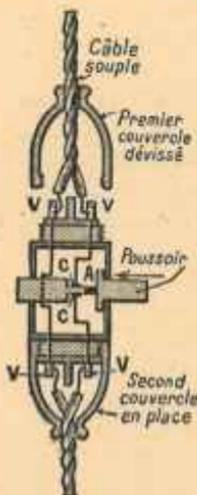

FIG. 61. — Interrupteur à poussoir sur câbles souples.
e) Pour les appareils portatifs, il est commode d'employer l'interrupteur à poussoir, qui se place n'importe où sur la canalisation de câbles souples (fig. 61). La montage, complètement étanche, est en matière plastique colorée (galalithe, bakélite,...) ; le contact s'établit en déplaçant le poussoir de droite à gauche (1) ;